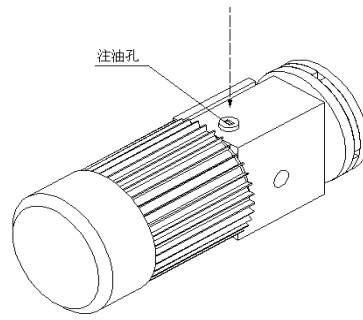

图 4-1
- ①.检查紧固体有无松动；
- ②.向减速器加注液体润滑油，观察油路是否畅通(见图 4-1)；
- ③.检查电机及电器设备是否干燥，绝缘是否良好；
- ④.检查外电源是否符合机器的电源要求。